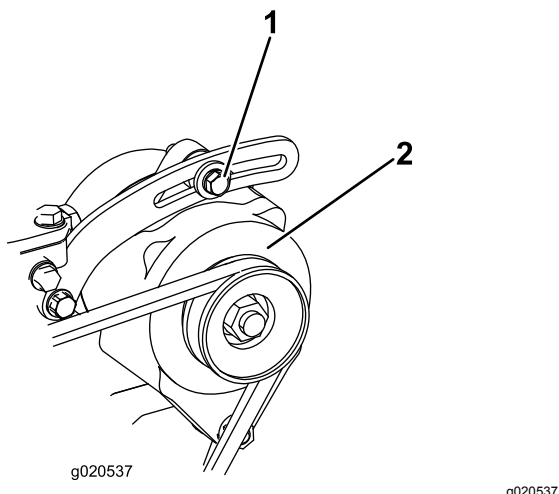

図 75
オアウターネータのベルト 図 75 は100運転時間ごとに点検します。
1. オルタネータの取り付けボルトをゆるめる 図 75。